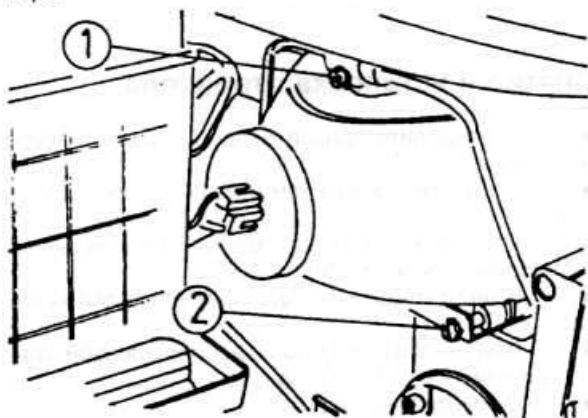

Рис. 7.6
- ♦ Поворачивая болты регулировки фар (рис. 7.6) установите их так, чтобы освещенная фарами поверхность имела форму, ограниченную линиями, нарисованными на стене.